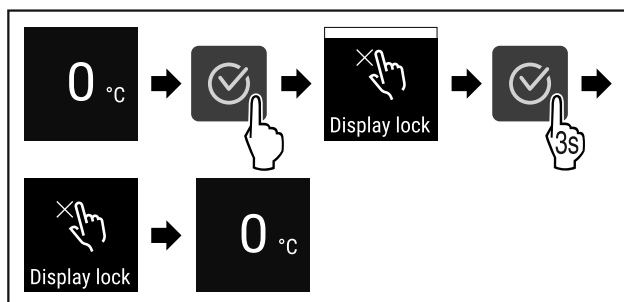

Fig. 78
- Eseguire i passi (vedere Fig. 78).